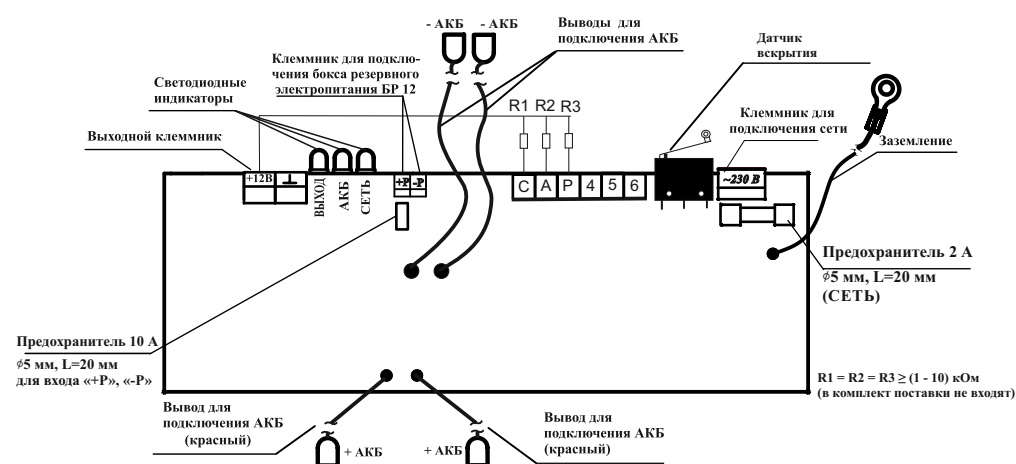

Рисунок 1
Для вскрытия источника питания срабатывает концевой выключатель, который производит изменение состояния на клеммах «4», «5» и «6» (рисунок 1). При нажатии рычага концевой выключателя контакты «4» и «5» замкнуты, а «4» и «6» разомкнуты. При открытой крышке контакты «4» и «5» разомкнуты, а «4» и «6» замкнуты.
6.4 Подключение источника (рисунок 1) производится в следующей последовательности: